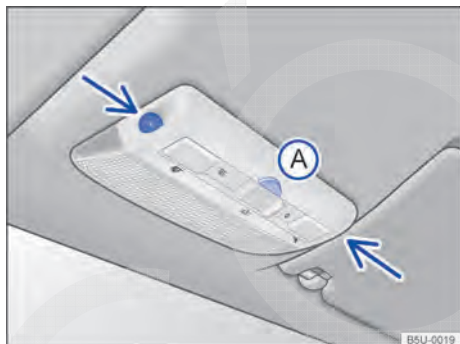

Fig. 51 No console do teto: sensores de monitoramento do interior do veículo e tecla **(A)** para desligar o monitoramento do interior do veículo.
- Pressionar a tecla → Fig. 51 **(A)**. No painel de instrumentos, a luz de controle **(C)** se acende.
O monitoramento do interior do veículo dispara o alarme com o veículo travado, se reconhecer movimentos no interior do veículo. O sensor e o receptor estão localizados no conjunto da lanterna de leitura → Fig. 51 (setas).